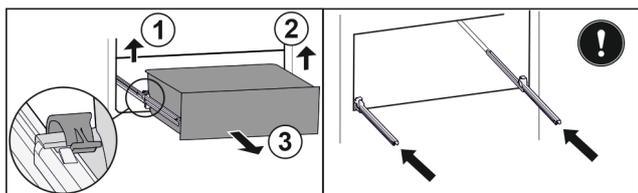

Fig. 153
- ▶ Podignite lijevu stezaljku i istovremeno izvucite ladicu lijevo prema naprijed. Fig. 153 (1)
- ▶ Podignite desnu stezaljku i istovremeno izvucite ladicu desno prema naprijed. Fig. 153 (2)
- ▶ Izvadite ladicu prema naprijed. Fig. 153 (3)